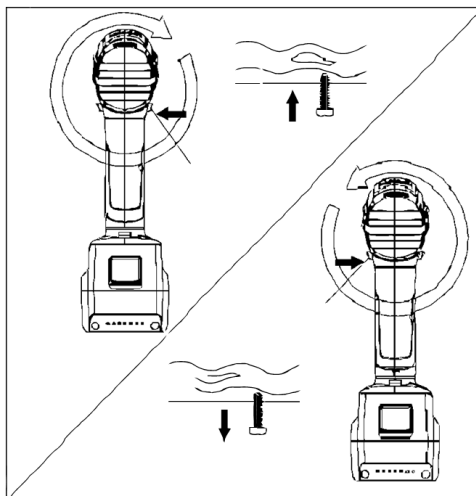

Fig. 4 – Sentido de rotação
Após o motor parado selecione o sentido de rotação no botão de reversão (3), conforme mostra a Fig. 4.
Logo após a finalização das tarefas, na estocagem e também nas manutenções da Chave de impacto, posicione o seletor de sentido de rotação (3), Fig. 4, na posição central. Desta forma o interruptor de acionamento (2) ficará travado na posição desligado, o que evitará acionamentos involuntários.